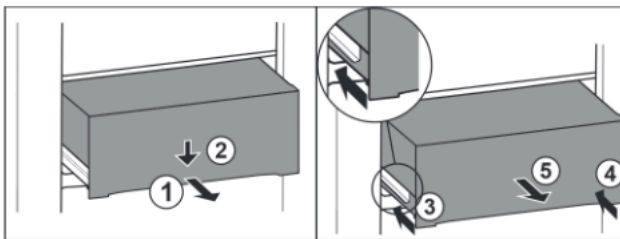

Fig. 88
- Estrarre il cassetto a metà. Fig. 88 (1)
- Premere il cassetto sul lato anteriore verso il basso. Fig. 88 (2)
- Spingere la guida sinistra di circa 2 cm verso l'interno. Fig. 88 (3)
- Spingere la guida destra di circa 2 cm verso l'interno. Fig. 88 (4)
- Rimuovere il cassetto tirandolo in avanti. Fig. 88 (5)